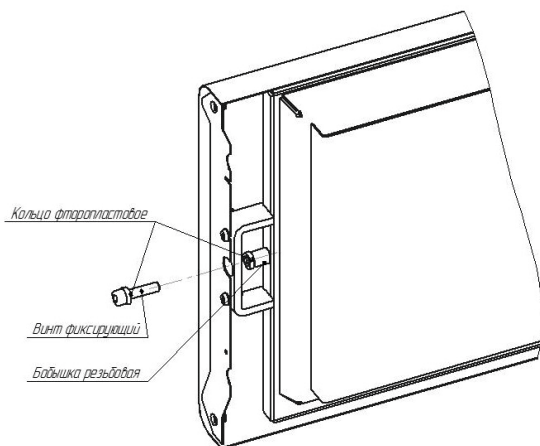

Рисунок 6.2
2. Выкрутить фиксирующий винт при помощи ключа шестигранного 5 (входит в комплект) рис. 6.2.